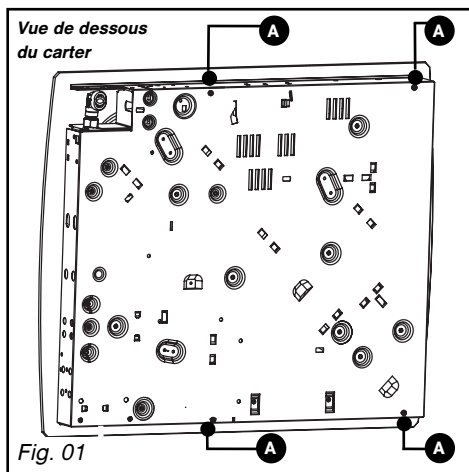
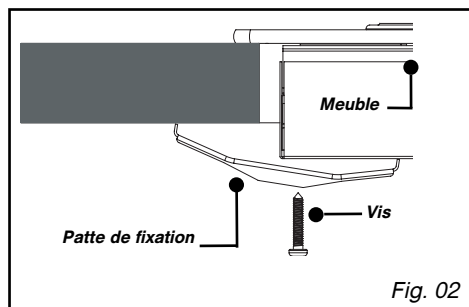

Fig. 01
Fig. 02
de votre appareil, et pour assurer l'étanchéité entre le caisson et le plan de travail, il est nécessaire de coller le joint fourni dans la pochette (Fig. 02).
– Vous pouvez immobiliser, si vous le désirez, la table au moyen de pattes de fixation livrées avec leur vis (Fig. 02) se fixant aux coins du carter. **Utilisez impérativement les trous prévus à cet effet suivant le dessin ci-dessus (Fig. 01).**